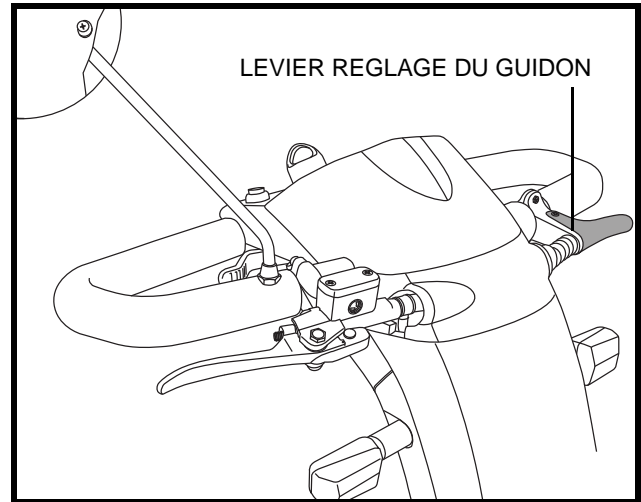

Figure 14. Réglages Console/Guidon
1. Comprimez le levier de réglage. **Voir la figure 14.**